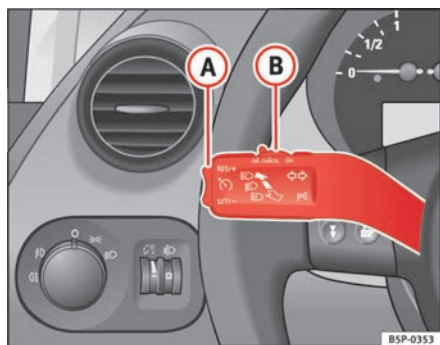

Fig. 149 Palanca de intermitentes y de luz de carretera: mando y tecla basculante para el regulador de velocidad
- Presione la parte superior de la tecla basculante **RES/+** ⇒ fig. 149 **(A)** para aumentar la velocidad. El vehículo acelerará mientras mantenga la tecla presionada. Al soltar la tecla quedará memorizada la nueva velocidad.
Si se reduce la velocidad programada pisando el pedal del freno, se desactiva el regulador de velocidad. Si quiere activar de nuevo el regulador, bastará con presionar una vez la parte superior de la tecla basculante **RES/+** ⇒ fig. 149 **(A)**.